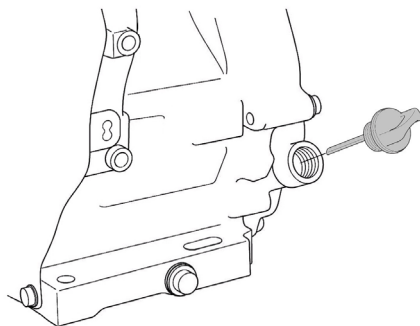

Рис. 8 Крышка-щуп маслосливной горловины
2. Открутите крышку-щуп маслосливной горловины и извлеките щуп (Рис. 8).
2. Выкрутите крышку-щуп маслосаливной горловины и извлеките щуп (Рис. 8).